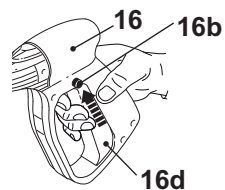

Fig. 22
- Verrouillez la gâchette (16d) en appuyant sur le bouton d'activation (16b) (Fig. 22).